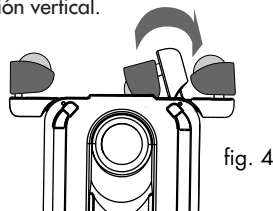

fig. 4
Gire hacia afuera los soportes de las ruedas hasta el fin de carrera (fig. 4).
- Pulse la tecla **"hour"** hasta ver la hora exacta en la pantalla, a continuación suelte la tecla (fig. 4).
- Pulse la tecla **"min"** para programar los minutos exactos que aparecen en la pantalla, a continuación suelte la tecla (fig. 4).
Si desea hacer funcionar el aparato sin programación (temporizador excluido) pulse la tecla “**MANUAL FUNCTION**” (fig. 4) la lámpara piloto amarillo se apagará.